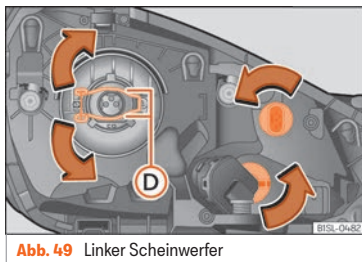

Abb. 49 Linker Scheinwerfer
- Sicherungsbügel **>>> Abb. 49 D** in Pfeilrichtung nach unten drücken, zur Seite aushaken und wegklappen.
- Glühlampe einsetzen, den Sicherungsbügel **>>> Abb. 49 D** zurückklappen und einhaken.